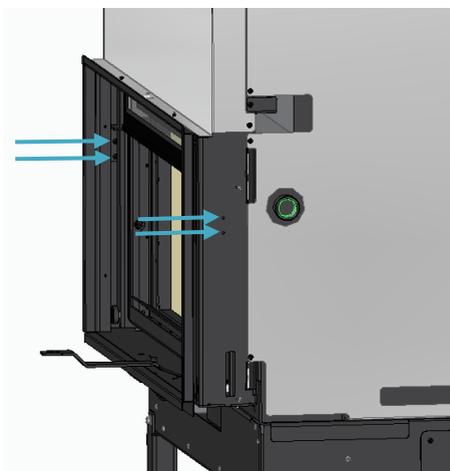

Figura 15
l) Nos modelos com porta de movimento vertical, remover os dois parafusos que fixam os suportes que bloqueiam o movimento da porta de cada lado a partir do interior, assinalados na Figura 15;